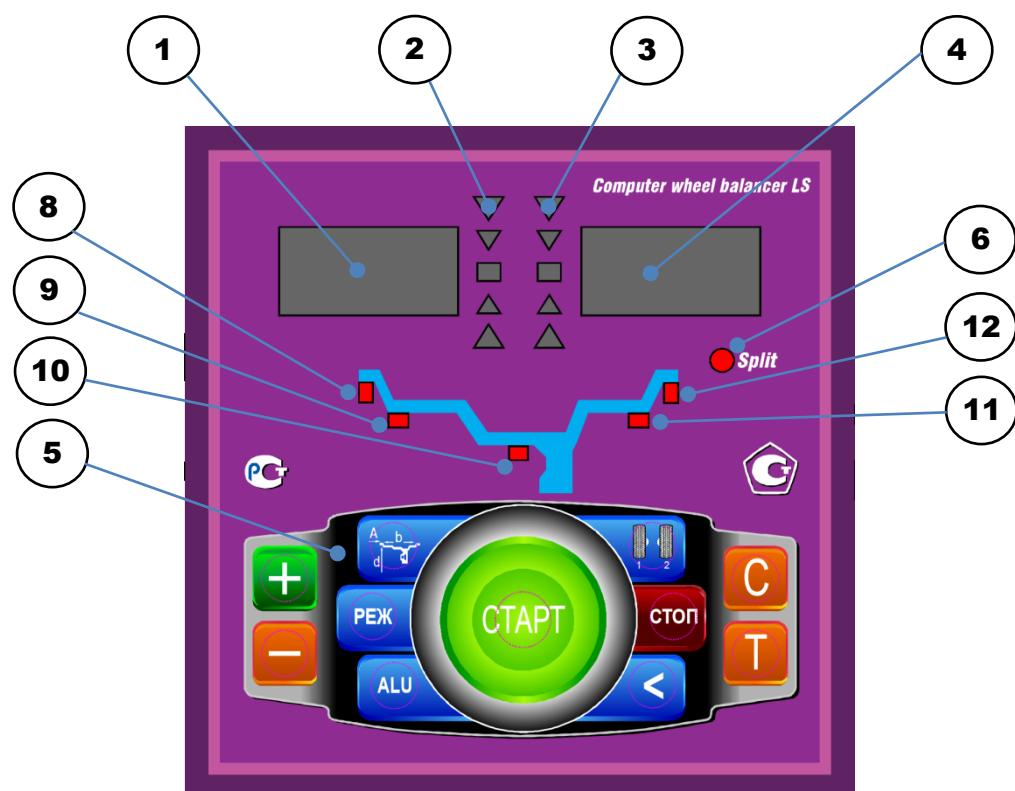

рис.8.1.
8.1. Общий вид лицевой панели показан на рис. 8.1.
При выдвижении штанги на индикаторах 1 (рис. 8.1) отображается значение параметра "A". Значение параметра "d" отображается на индикаторах 4.
Для ввода ширины нажмите кнопку "+" или "-" на индикаторах 1 (рис. 8.1) высветится "-b-", а на индикаторах 4 значение ширины диска. Через 2-3 сек после установки ширины индикаторы в режим отображения текущего дисбаланса.
Дважды нажать кнопку "A, d, b", после чего на индикаторах 1 (рис.8.1) загорается символ "A", а на индикаторах 4 исходная величина дистанции. Нажимая кнопки "-" и "+" установить на индикаторах 4 требуемую величину дистанции. Через 2-3 сек после установки дистанции показания на индикаторах 1 и 4 возвращаются к отображению текущего дисбаланса, а кнопки "-" и "+" возвращаются в режим ввода ширины обода.
11.1. Переключение схем ALU1-ALU5 осуществляется последовательным нажатием кнопки "ALU" при этом схема установки грузов отображается загоранием соответствующих светодиодов 8-12 (рис.8.1), кроме того, на индикаторах 1 отображаются символы ALU, а на индикаторах 4 номер 1-5. Через 2-3 сек. после установки требуемой программы ALU индикаторы 1-4 переходят в режим отображения дисбаланса.
12.3. Для входа в программу Split удерживайте кнопку РЕЖ, до того как загорится светодиод 6 (рис.8.1) и на индикаторах 1 загораются символы "SPn", означающие, что необходимо ввести число спиц обода колеса, подлежащего балансировке. При этом на индикаторах 4 загорается цифра 5. Если число спиц колеса отличается от 5, кнопками "-" и "+" установить на индикаторах 4 фактическое число спиц колеса.
12.4. Запустите СБ. После остановки вала установите любую спицу обода колеса вертикально вверх (на 12 часов) и нажмите кнопку С. После чего, на индикаторе 1 и линейке 2 (рис.8.1) будут указаны величина и место установки корректирующего груза на внутренней плоскости.
Эта функция обеспечивается тем, что каждый раз при вводе новых геометрических параметров и установке требуемой программы ALU, предыдущее состояние запоминается. Для перехода от одного набора параметров к другому необходимо нажать кнопку "1-2". Визуальный контроль того, какие параметры установлены в данный момент, осуществляется нажатием "A,d,b" на индикаторах 4 (рис.8.1) будут последовательно отображены, установленные в данный момент диаметр, ширина обода и дистанция.
14.1. При включении тумблера питания СБ на индикаторах 1 (рис. 8.1) высвечивается трёхзначное число -номер версии программного обеспечения. Через 2-3 сек на индикаторах 1 и 4 должны загореться нули, кроме того должны загореться светодиоды 8 и 12, что свидетельствует о включении режима стандартной балансировки с установкой на обеих плоскостях коррекции грузиков на пружинках. На линейках 2 и 3 (рис. 8.1) должны загореться центральные светодиоды.
14.2. При включении СБ программа измерения дисбаланса настраивается таким образом, что дисбаланс менее 8 г (заводская установка для легкового режима) на любой плоскости коррекции не показывается, в этом случае на индикаторах 1 и 4 (рис. 8.1) высвечиваются "0". Минимальный дисбаланс отображающийся на индикаторах 1 и 4 равен 8г. Дисбаланс, превышающий 8г, округляется до величины кратной 5, т. е. дисбаланс 9, 10, 11 и 12 г отображается цифрой 10, дисбаланс 13, 14,15, 16 и 17 г - цифрой 15 и т. д. Для просмотра неокруглённого значения дисбаланса или дисбаланса менее 8г. необходимо нажать кнопку "<", при этом на индикаторах 1 и 4 на 2-3 сек высвечиваются фактические значения дисбаланса, определённые в данном запуске.